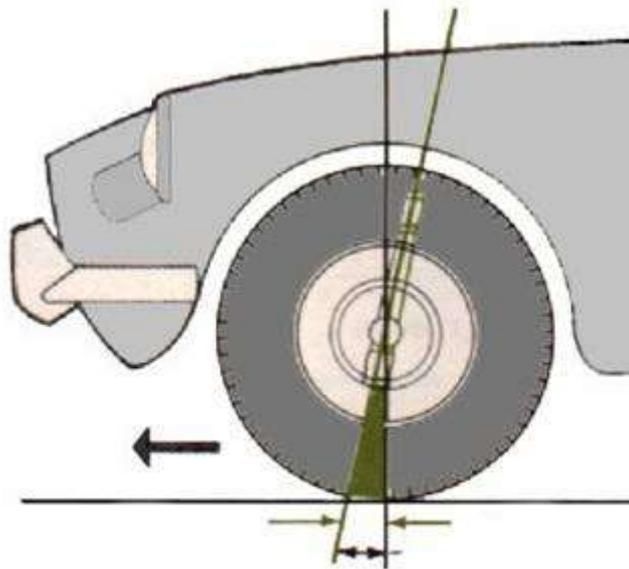

Fig. 18
**Ángulo de avance:** Es el que provoca la auto alineación de las ruedas, dotando al vehículo de un elevado grado de estabilidad. Fig.18.